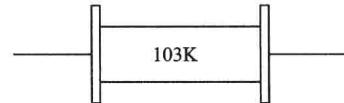

图1-6 数码标示法
(3)数码标示法：是在电阻体上用三位数字来表示元件的标称值的方法。其允许偏差通常采用文字符号表示。该方法常见于贴片电阻或进口器件上。如图1-6所示，所示即为数码标示法。
在三位数字中，从左至右的第一、第二位为有效数字，第三位数字表示有效数字后面所加“0”的个数(单位为 Ω)。如图1-6所示，标示为“103”的电阻，阻值为 $10 \times 10^3 = 10 \text{ k}\Omega$ ，允许偏差为 $\pm 10\%$ 。